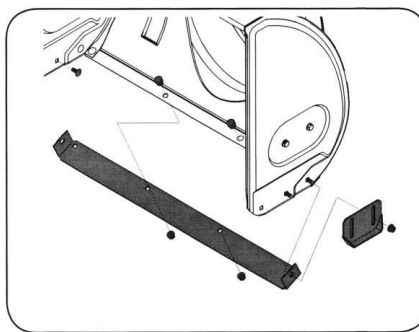

Рисунок 17
уборщику (рис. 17).
2. Установите новые полозья, закрепив их с обеих сторон четырьмя крепёжными болтами (по два с каждой из сторон) и шестигранными гайками с фланцем (рис. 17).